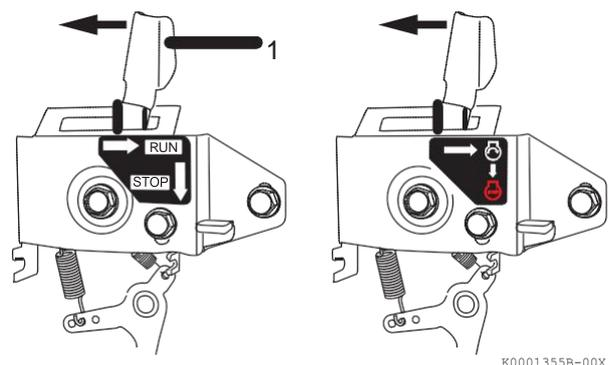

Figure 16
2. Si votre commande de vitesse moteur est similaire à la Figure 16, faites glisser le levier de commande vitesse moteur (**Figure 16, (1)**) dans le sens indiqué pour régler la vitesse moteur.